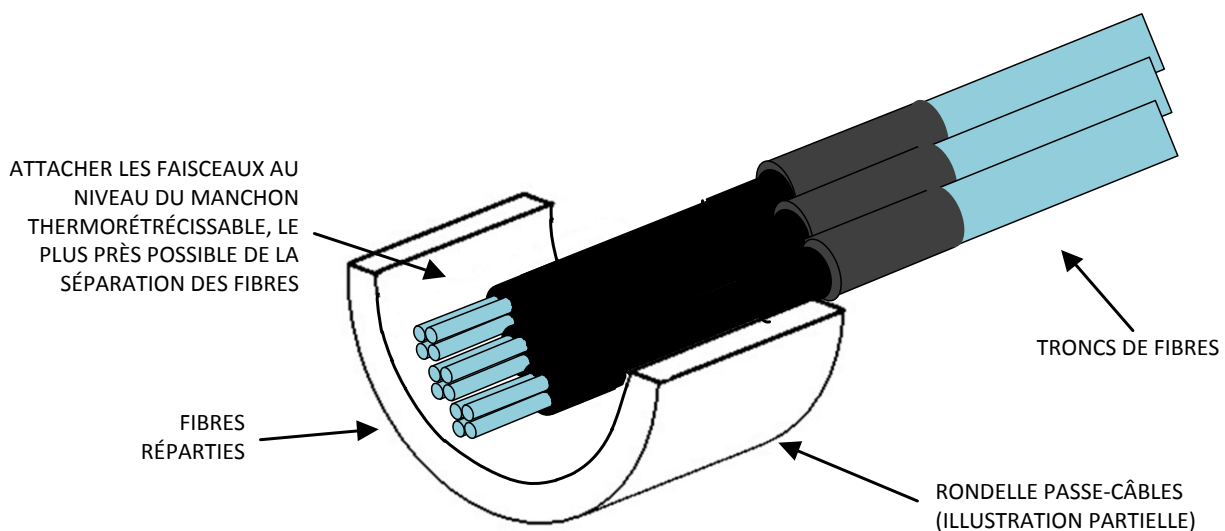

Figure 21
- a. Attacher les tronc au niveau de leur manchon thermorétractissable (figure 21).